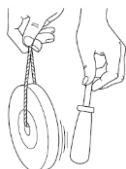

Рис.5 Проверка абразивного круга
- 8.7. При замене круга обязательно проводить его проверку на предмет повреждений. Также следует проводить проверку «на звучность». Для этого подвесить круг на ленту, см.рис.5, и слегка ударить по нему неметаллическим предметом, например ручкой отвёртки, по боковой стороне. Глухой звук свидетельствует о повреждении шлифовального круга и необходимости его замены.